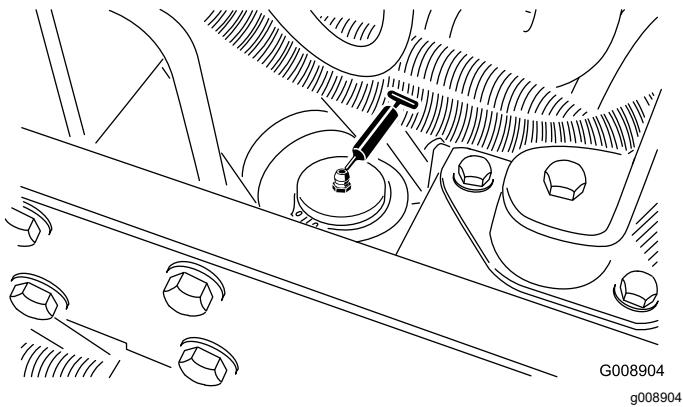

Figura 43
- Cilindro de dirección (Figura 43)